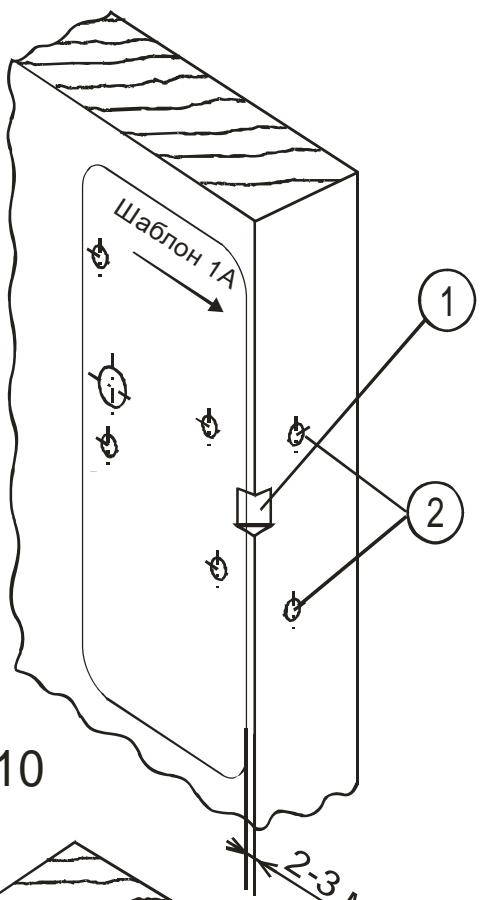

Рис. 10
6.1.2. Приложите шаблон А с внутренней стороны двери так, чтобы стрелка на шаблоне указывала на край двери и шаблон находился на расстоянии 2...3 мм от края двери (рис. 10). Выполните разметку отверстий по шаблону.
6.1.3. В районе заштрихованного сектора снимите фаску (рис.10, позиция 1) для хода ригеля (рис. 12).
6.1.5. В торце двери на уровне выполненных отверстий 2, 3 высверлите два отверстия диаметром 10 мм на глубину 30 - 40 мм (рис. 10, позиция 2 и рис. 16, позиция 1).